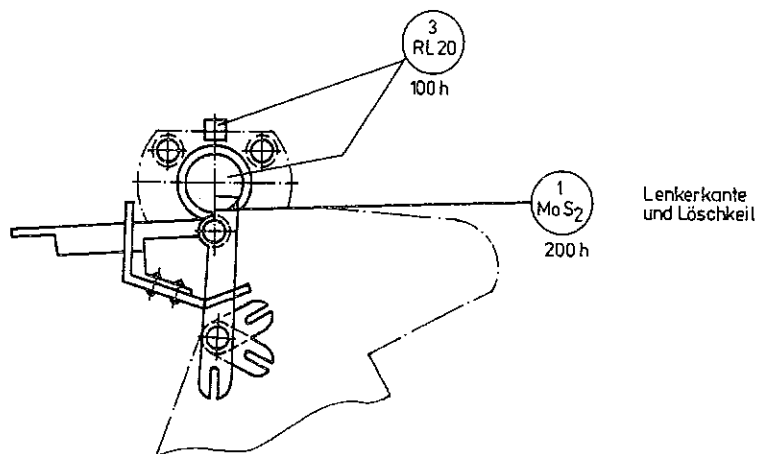

Bild 18 Schmierstellen an der Exzenterlösckhachse
- Ölfilz an beiden Lagern der Exzenterlöschachse (Bild 18).